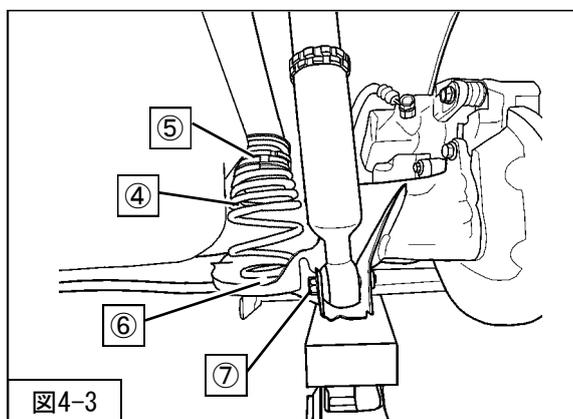

図4-3
- 4. アクスルにかけたジャッキをおろし、仮締めした⑦リアショックアブソーバASSYロア取付ボルトを取外してください。
- 5. アクスルに木片等を介してジャッキで下から支えながら⑤ライドハイトアジャスターASSY（同梱品）④リアスプリング（同梱品）※⑥スプリングロアシート（純正部品）⑦リアショックアブソーバASSYロア取付ボルト（締付トルク：90N・m）を車両に取付けてください。（図4-3）
本製品は、フロントサスペンションASSYがストラットタイプ、リアショックアブソーバASSYが標準タイプとなっています。リアの減衰力調整は、アクセスホールカバー（図4-3）を取外して、減衰力調整ダイヤル（同梱品）で行ってください。